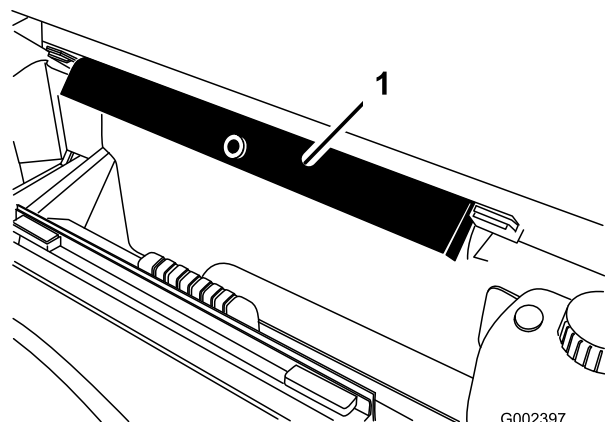

Figure 11
8. Sortez la béquille de sécurité des supports de rangement au dos du panneau de la structure ROPS (Figure 11).